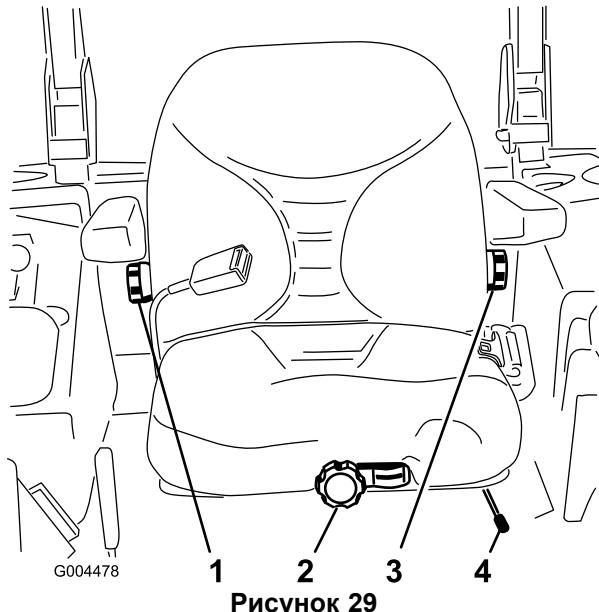

Рисунок 29
- Для регулировки передвиньте рычаг вбок, чтобы разблокировать сиденье (Рисунок 29).
Для регулировки поворачивайте головку регулировки под правым подлокотником в любом направлении для достижения максимального комфорта (Рисунок 29).
Для регулировки поворачивайте головку регулировки под левым подлокотником в любом направлении для достижения максимального комфорта (Рисунок 29).